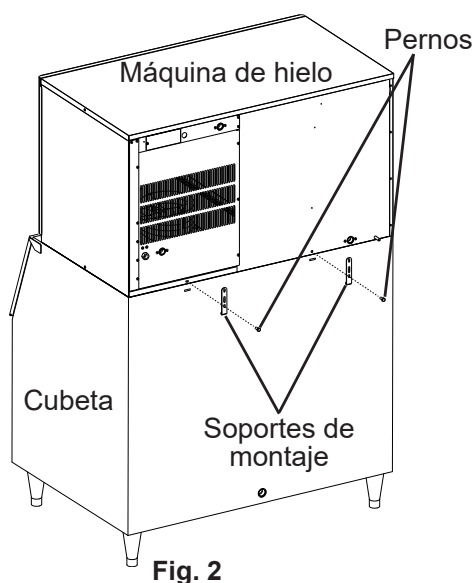

Fig. 2
- 4) Fije la máquina de hielo a la cubeta de almacenamiento mediante los 2 soportes de montaje y los pernos suministrados. Consulte la Fig. 2.